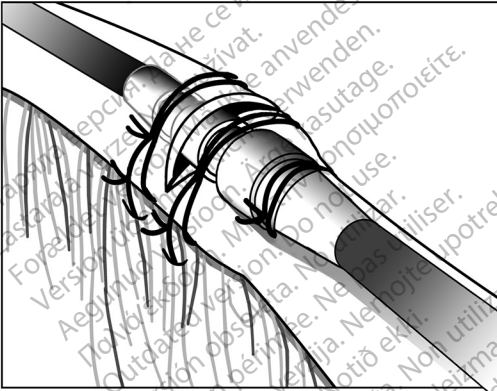

Figura 13. Ejemplo de manguito de sutura, técnica de venotomía
3. Utilice el mismo surco para fijar el cable y la vena a la fascia adyacente (Figura 13 Ejemplo de manguito de sutura, técnica de venotomía en la página 28).